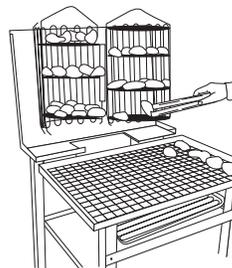

ILUSTRACIÓN 14
8. Descargue la cesta (Ilustración 14). Coloque el producto cocinado en la bandeja corrugada con el hueso hacia abajo, es su caso. Coloque la bandeja en la zona de almacenamiento.